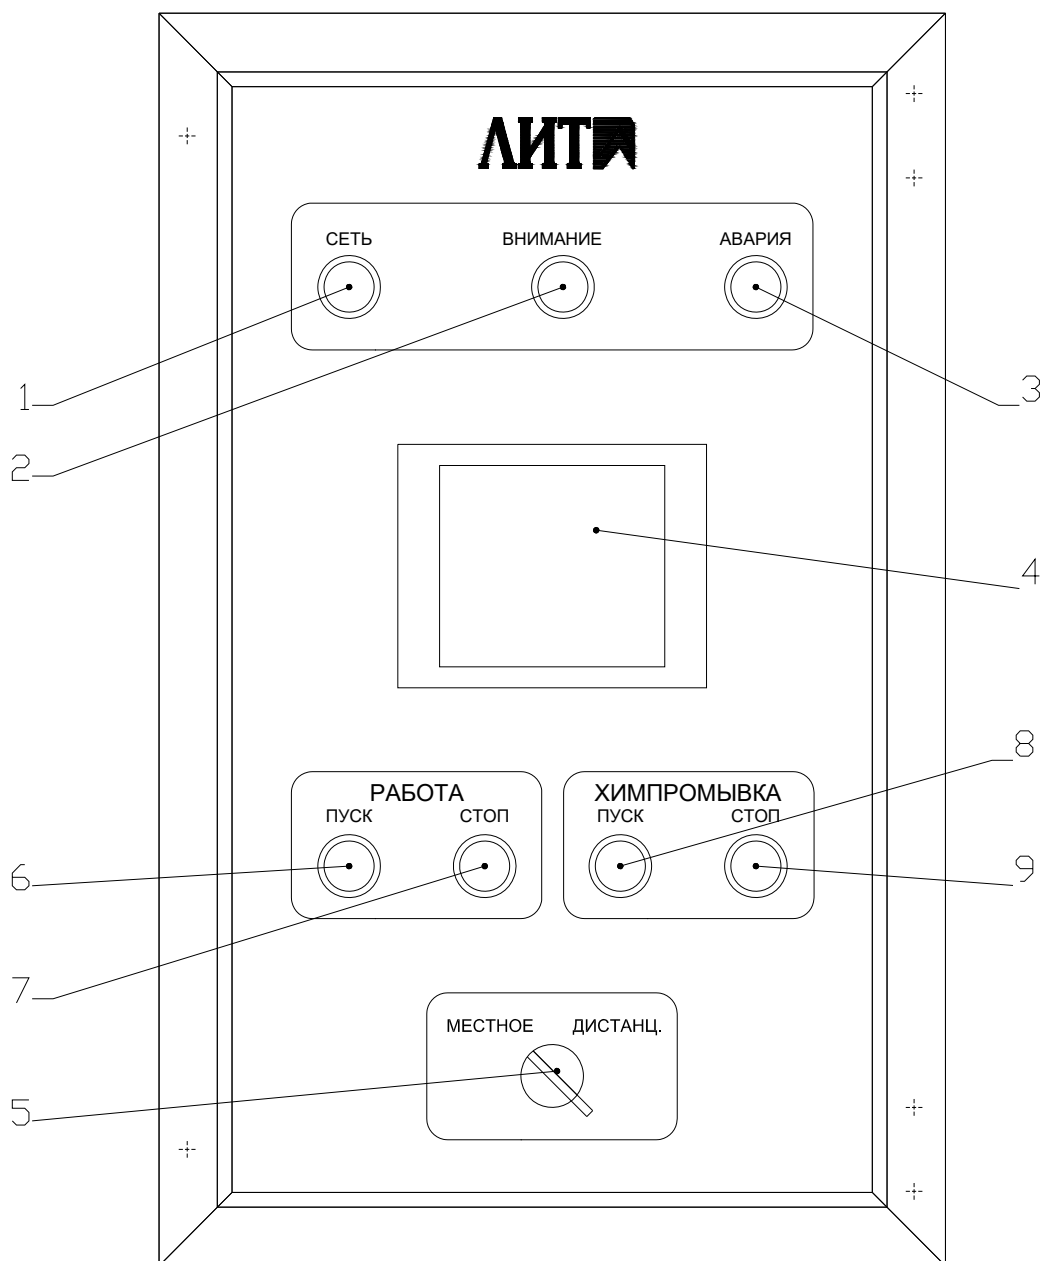

Рисунок 7. Панель управления шкафа управления
На панели управления шкафа управления (см. Рисунок 7) располагаются следующие световые индикаторы, сигнализирующие о состоянии установки, и элементы управления УФ установкой:
- сбросить аварию нажатием кнопки на панели оператора «Стоп/Сброс» с последующим нажатием кнопки на панели управления шкафа управления ХИМПРОМЫВКА «ПУСК» (поз. 8, Рисунок 7) или кнопки «ПУСК» на пульте дистанционного управления;
Переключатель режимов управления 5 (см. Рисунок 7) находится в положении «МЕСТНОЕ». Данный режим работы установки позволяет контролировать состояние УФ системы, настраивать технологические параметры УФ установки, управлять отдельными компонентами УФ установки с панели управления шкафа управления (см. п. 6.3).
В случае аварийного отключения по причине перегрева необходимо выключить главный выключатель шкафа силового (поз. 6 Рисунок 5). После устранения причины перегрева включить главный выключатель (поз. 6 Рисунок 5) и произвести включение установки нажатием кнопки РАБОТА «ПУСК» (поз. 6 Рисунок 7).